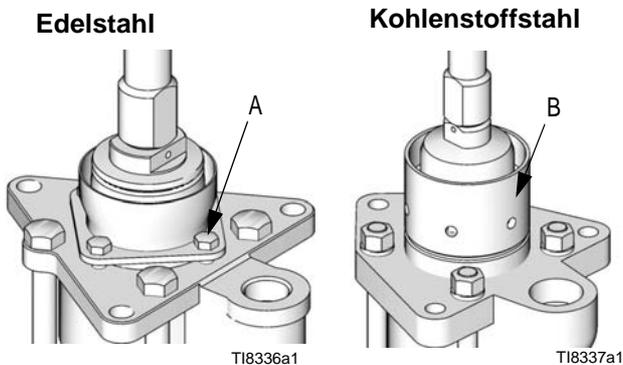

ABB. 2
Bei Edelstahlmodellen wöchentlich prüfen, ob die Halteschrauben der Packung (A) fest angezogen sind. Die Schrauben sollten fest genug angezogen sein, um eine Leckage zu vermeiden, aber auch nicht fester. Vor dem Einstellen der Halterungsschrauben für die Packung immer Druck ablassen. Siehe ABB. 2. Bei Modellen aus Kohlenstoffstahl den Nassbehälter (B) mit dem entsprechenden Schlüssel anziehen.